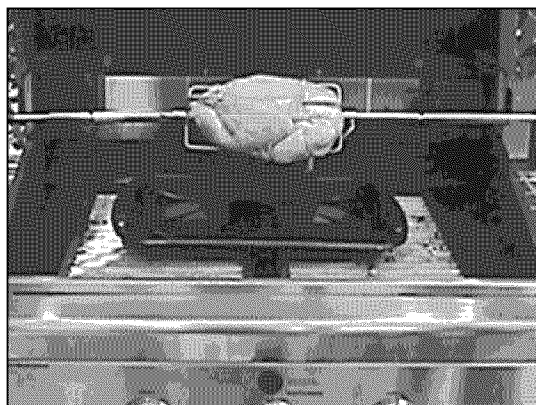

FIG. 49
2. Vérifiez le bon emplacement conformément à la figure 49.